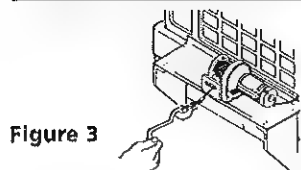

Figure 3
7. **TENEZ-VOUS TOUJOURS À L'ÉCART DU TREUIL, DU CÂBLE ET DU CROCHET PENDANT LE FONCTIONNEMENT DU TREUIL.** N'INTRODUISEZ JAMAIS votre doigt dans le crochet lorsque vous embobinez la dernière longueur de câble. Vous pourriez perdre votre doigt s'il restait coincé dans le crochet. Utilisez la **BARRE PROTÈGE-MAINS** (Figure 3) pour guider le crochet pendant les derniers pieds (le dernier mètre). N'embobinez ou ne débobinez jamais le câble du tambour en le guidant de la main.
8. **N'ACCROCHEZ JAMAIS LE CÂBLE SUR LUI-MÊME.** Utilisez une élingue en Nylon (No. de pièce Superwinch 1509). Accrocher le câble sur lui-même pourrait l'endommager (Figure 3).